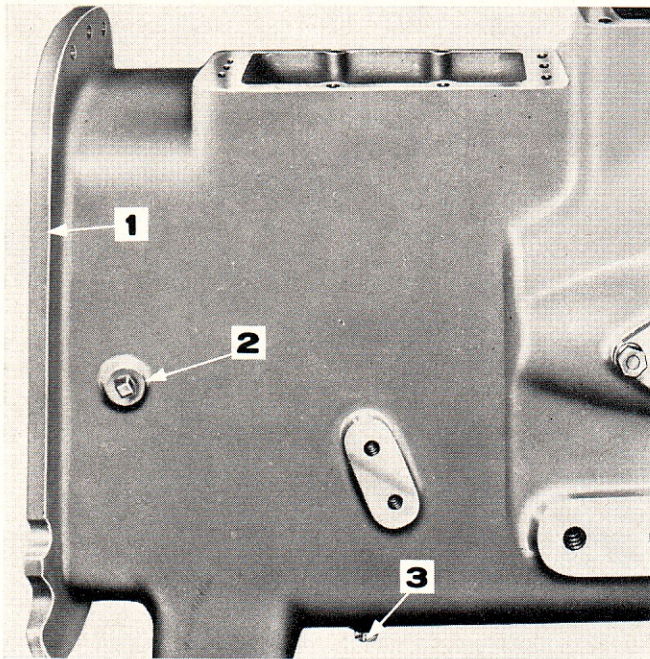

Figure 13: Bouchon de niveau et bouchon de vidange
1. Déposer le bouchon (fig. 13) et vidanger l'huile de transmission.
9. Poser le bouchon de vidange et déposer le bouchon de niveau de transmission (fig. 13). Remplir la transmission jusqu'au trou du bouchon de niveau avec de l'huile recommandé (voir Caractéristiques, Chapitre 2). Poser et serrer les bouchons de niveau.